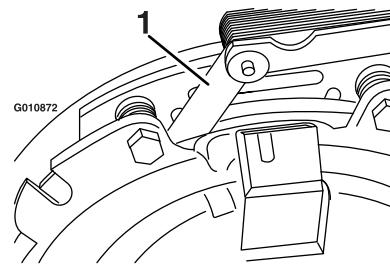
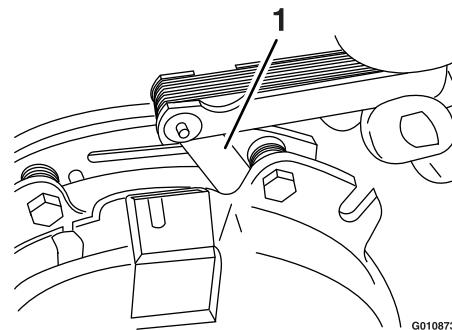

Figure 59
Figure 60
- E. À l'aide d'une jauge d'épaisseur de 0,025 cm, vérifiez qu'il existe un entrefer entre le rotor et la face de l'induit de chaque côté du pôle de frein, comme montré à la Figure 59 et la Figure 60.